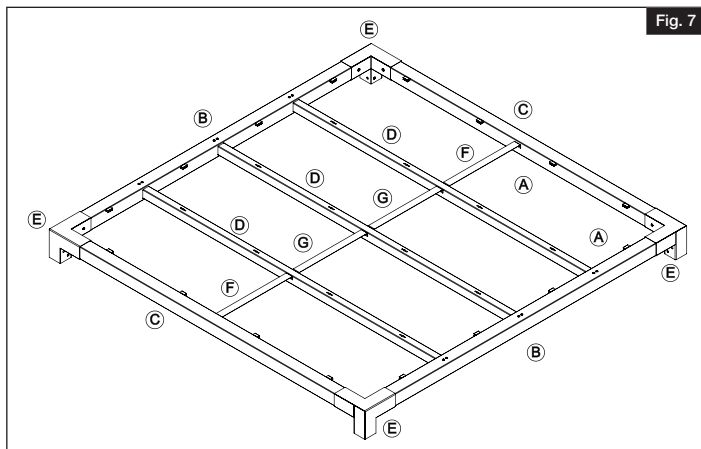

Fig. 7
7. Fixer les contrevents intermédiaires (F) et (G) comme indiqué avec des rivets (Fig. 7). Utiliser quatre vis par contrevent intermédiaire. Ceci termine l'assemblage du toit.
7. Fije los tirantes centrales (F) y (G) como se muestra mediante remaches (Fig. 7). Cuatro tornillos por cada tirante central. Así se completa el montaje de la parte superior/techo.